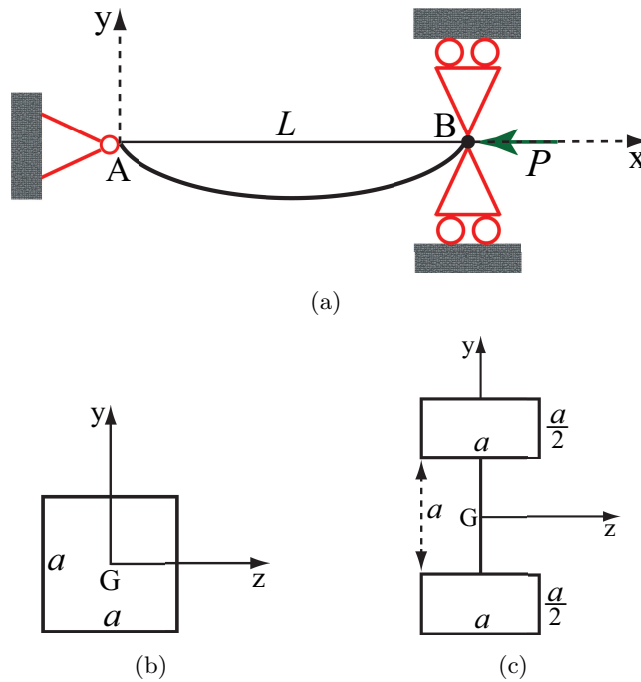

Figure 2: Exercice 2
Soit une colonne élancée AB, c'est-à-dire une poutre mince et longue, articulée en A et guidée par un appui simple en B (Figure 2(a)). On applique une force de compression P sur l'extrémité mobile B. AB est de longueur L , on note E son module d'Young et I son moment quadratique par rapport à l'axe Gz .
2. On suppose que la poutre est de section carrée, de côté a (Figure 2(b)). Calculer la charge critique en fonction de E , L et a .
3. On suppose maintenant que la poutre est profilée (Figure 2(c)). Calculer la charge critique en fonction de E , L et a .